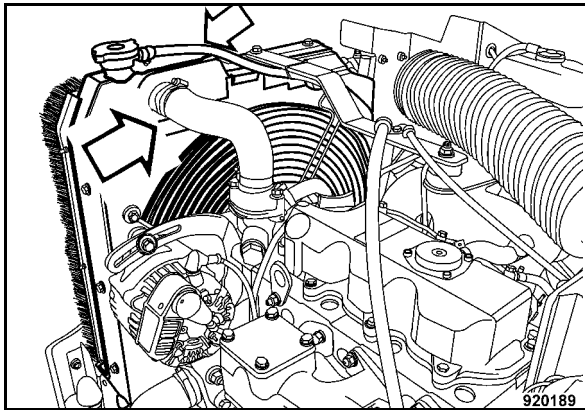

Fig. 106
- Comprobar el estado y el asiento fijo de todas las mangueras de radiador y de las abrazaderas (Fig. 106).